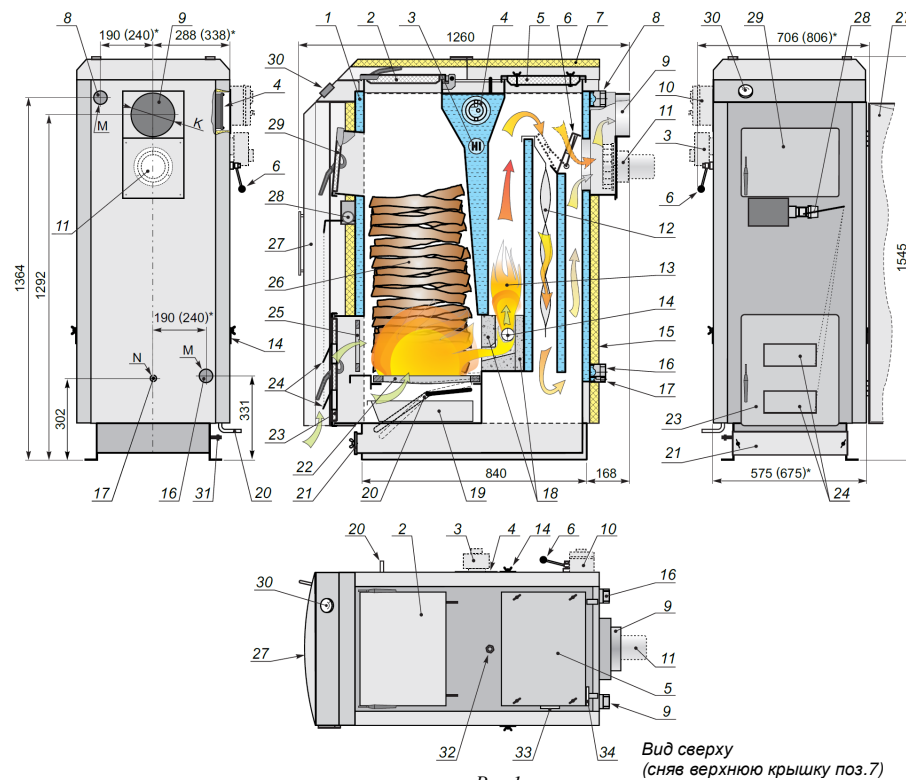

Рис.1. Вид сверху (сняв верхнюю крышку поз.7)
Корпус котла (1) (см. рис. 1), сваренный из листовой специальной стали имеет полости, в которых нагревается вода. Толщина стенок внутренней части котла 6 мм, внешней – 3 мм. С наружи корпус обшит декоративными щитами (15) с термоизоляцией. Передняя часть закрыта декоративной дверью (27).